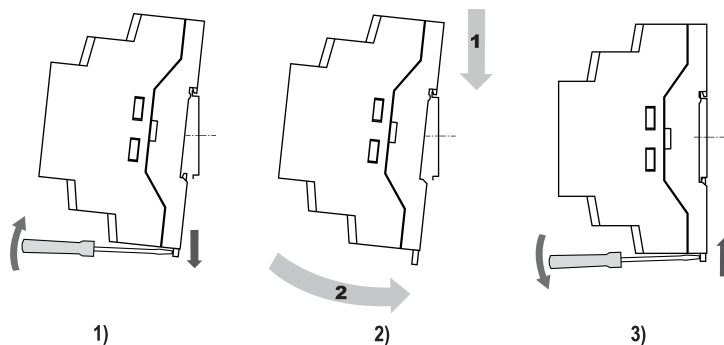

Рисунок 4.10 – Монтаж прибора с креплением на DIN-рейку
2. Вставив отвертку в проушину, оттянуть защелку ( см. рисунок 4.10, 1)
3. Установить прибор на DIN-рейку в соответствии с направлением стрелки 1 (см. рисунок 4.10, 2);
4. Прижать прибор к DIN-рейке в направлении, показанном стрелкой 2 (см. рисунок 4.10, 2). Зафиксировать защелку (см. рисунок 4.10, 3).